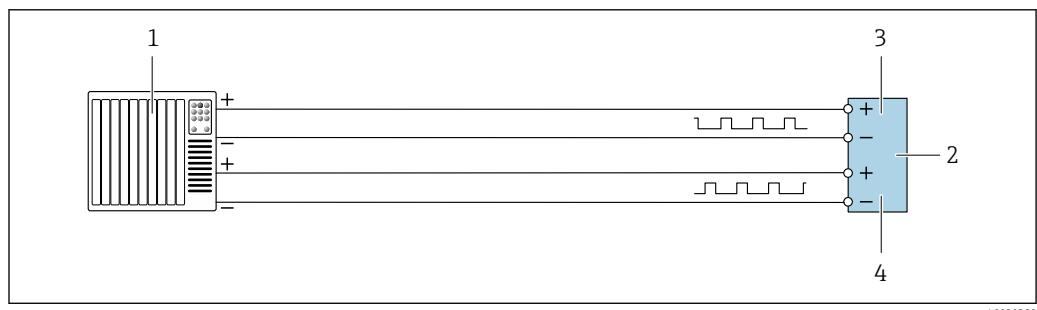

图 12 双脉冲输出(有源信号)的连接实例
- 4 HART 通信阻抗($\geq 250 \Omega$): 注意最大负载→ 图 12
- 5 模拟式显示单元: 注意最大负载→ 图 12
- 4 模拟式显示单元: 注意最大负载→ 图 12